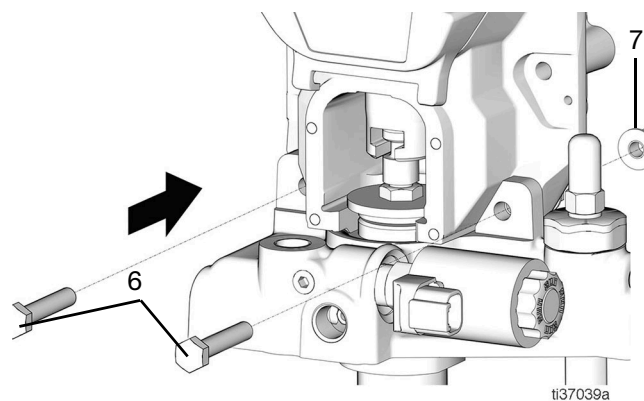

FIG. 68
28. Placez deux boulons (6) dans l'ensemble de pompe pour tenir la tête d'engrenage et l'ensemble de pompe en place et serrez légèrement les deux écrous (7) (FIG. 68).